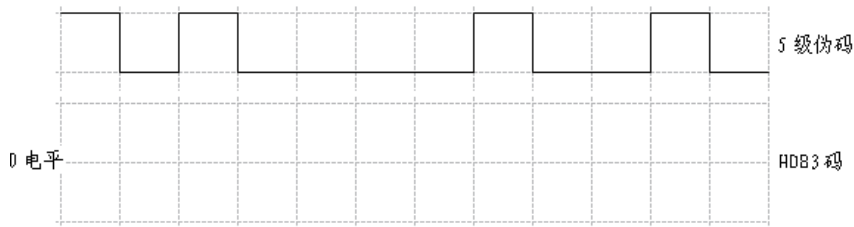

图 3-7-5 5 级伪码输入时绘制 HDB3 码的波形图
③“5级伪码”输入：用四踪示波器检查 TP11 的“5级伪码”和 TP12 的“5级伪码”的 HDB3 编码，依据图 3-7-5 给出的 5级伪码序列的部分波形图，绘制出 HDB3 码的波形图（注：一个虚线格为一个码元持续的时间，如果是归零码，其正占空比为 50%，即为半占空比归零码）。